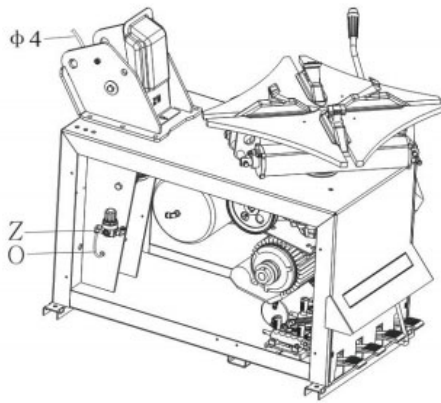

Abb.8-b
- Schlauch in der Säule anschließen: Wie in Abb.8-b dargestellt, schließen Sie den Schlauch $\phi 4$ O an den Regler Z an.